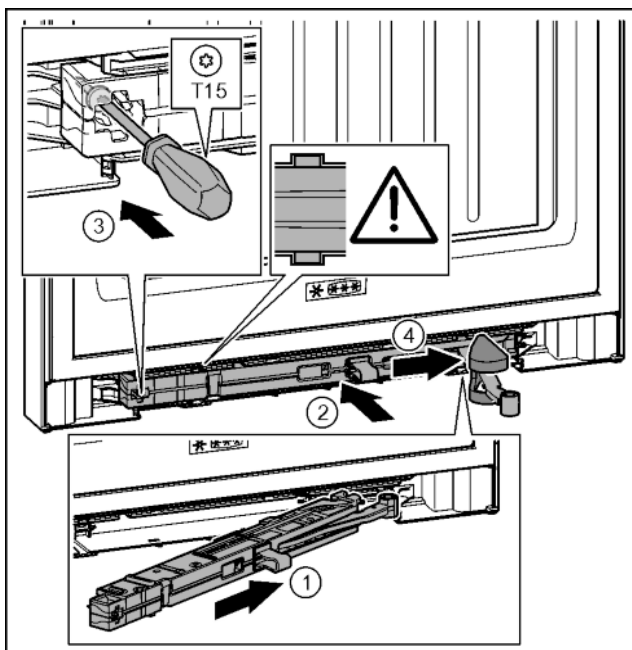

Fig. 35
- ▶ Schließdämpfereinheit auf der Lagerbockseite bis zum Anschlag schräg in die Aussparung einschieben. Fig. 35 (1)
- ▶ Schließdämpfereinheit vollständig in Aussparung schieben. Fig. 35 (2)
- ▶ Schraube mit einem Schraubendreher T15 festschrauben. Fig. 35 (3)
- ▶ Abdeckung über Gelenk schieben. Fig. 35 (4)